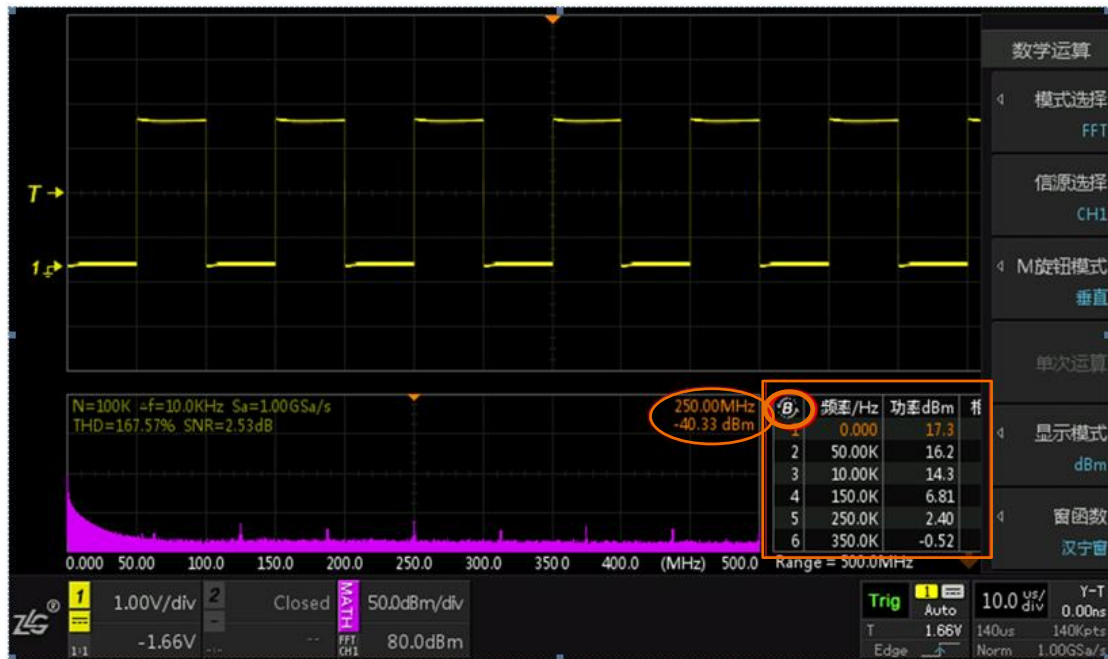

图 6.2 FFT 测量结果查找
- （1）通过在如图 6.2 所示的列表中进行查找，列表显示的是能量排前 20 大的频率点。若感兴趣的频率点能量在前 20 位，通过【旋钮 B】查看并定位即可。
- （2）若感兴趣的频率点不在列表中，可通过放大频谱图进行查找。通过【M1】旋钮进行缩放和【M2】旋钮的移动，将感兴趣的频率点定位在中心指标即可测出其能量值，如图 6.2 的频谱图右上角所示。